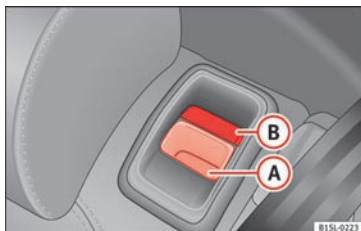

Fig. 69 Bagsæde: udløserknop (A), rød markering (B)
- Træk udløserknappen » Fig. 69 (A) fremad, og klap samtidig bagsæderyglænet frem.
- Ryglænet er udløst, hvis du kan se en rød markering på knappen (B).